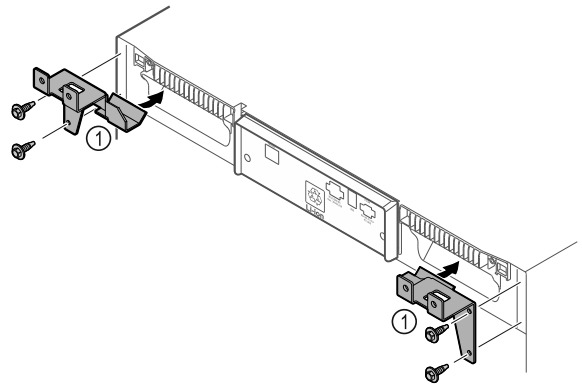

Fig. 12
- ▶ Montare i componenti di tenuta Fig. 12 (1) con viti autofilettanti sul dispositivo.